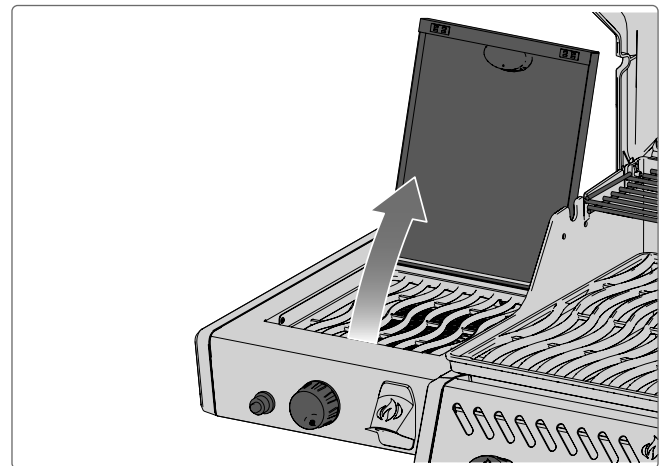

Fig. 10
1. Open de branderdeksel (**Fig. 10**)